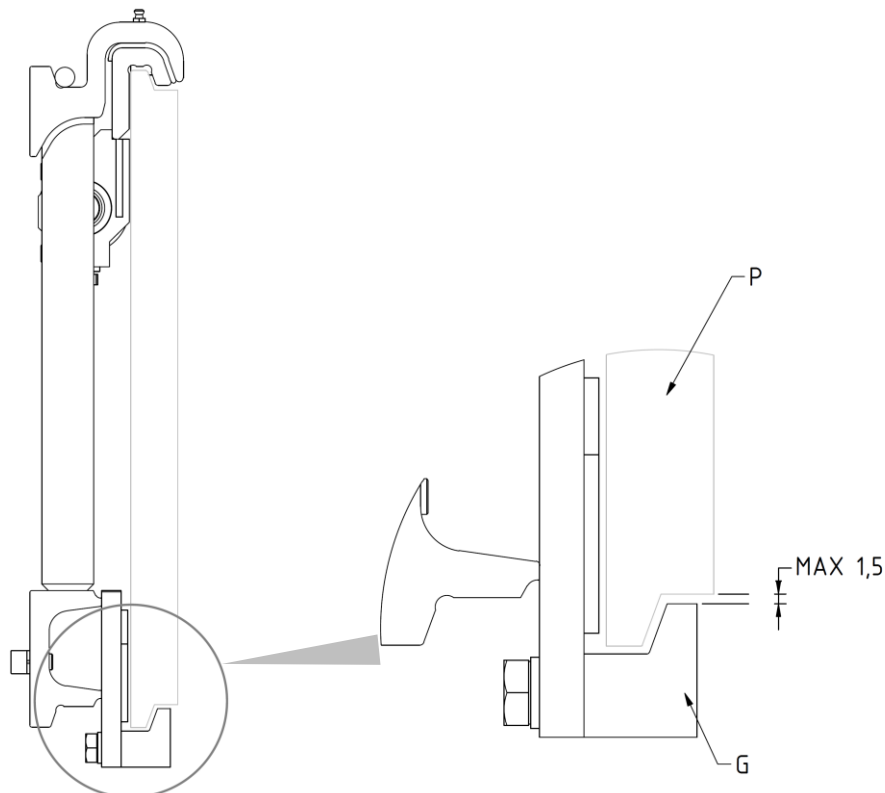
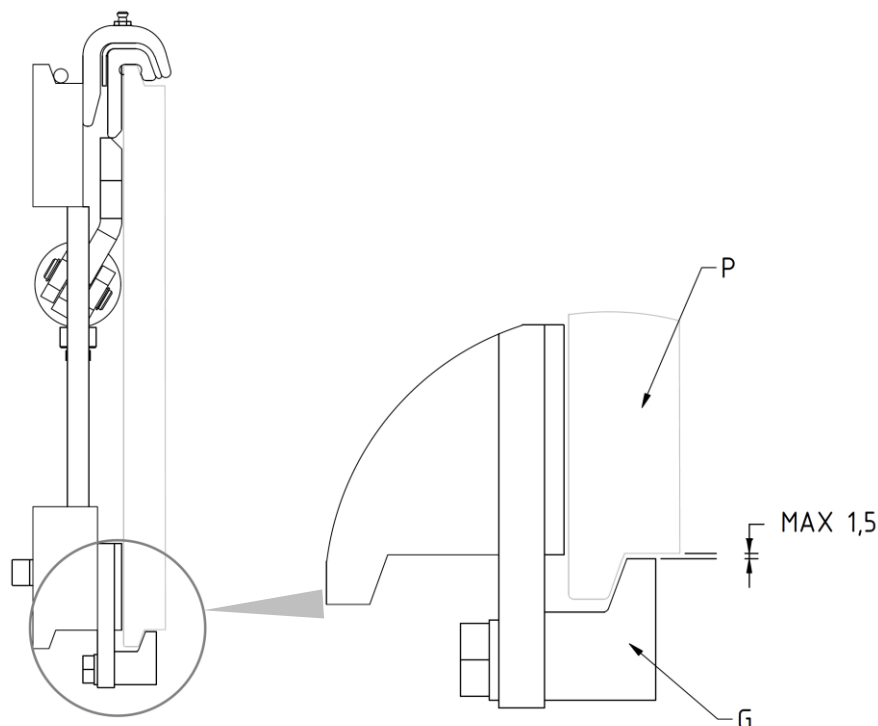

Abbildung 10
Abbildung 15
8. Schrauben Sie die 2 unteren Haken **G** wieder an, so dass sie unterhalb des Gabelträgers **P** befestigt werden (mit max. Spiel 1,5mm wie in *Abbildung 10*); für das Anziehen bitte das in *Tabelle 4* angegebene Anzugsmoment beachten.
9. Schrauben Sie die 2 unteren Haken **G** wieder an, so dass sie unterhalb des Gabelträgers **P** befestigt werden (mit max. Spiel 1,5mm wie in *Abbildung 15*); für das Anziehen bitte das in *Tabelle 5* angegebene Anzugsmoment beachten.
3. Überprüfen Sie das Spiel zwischen der Unterkante des Gabelträgers und den unteren Haken des Anbaugeräts und stellen Sie sicher, dass es den Angaben in *Abbildung 6* (auf S. 11), in *Abbildung 10* (auf S. 14) und in *Abbildung 15* (auf S. 17) entspricht. Arbeiten Sie gegebenenfalls daran, die Schrauben festzuziehen.